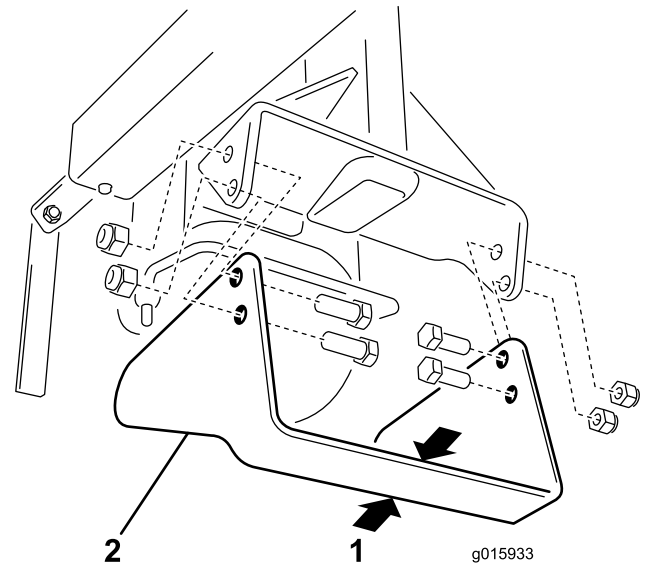

Bild 22
Prüfen Sie das Messer des Kantenschneiders oft und tauschen Sie das Messer aus, wenn die Messerbreite auf 32 mm verringert ist (Bild 22).
3. Entfernen Sie die vier Schrauben und Muttern, mit denen das Messer am Schnittarm befestigt ist (Bild 22).